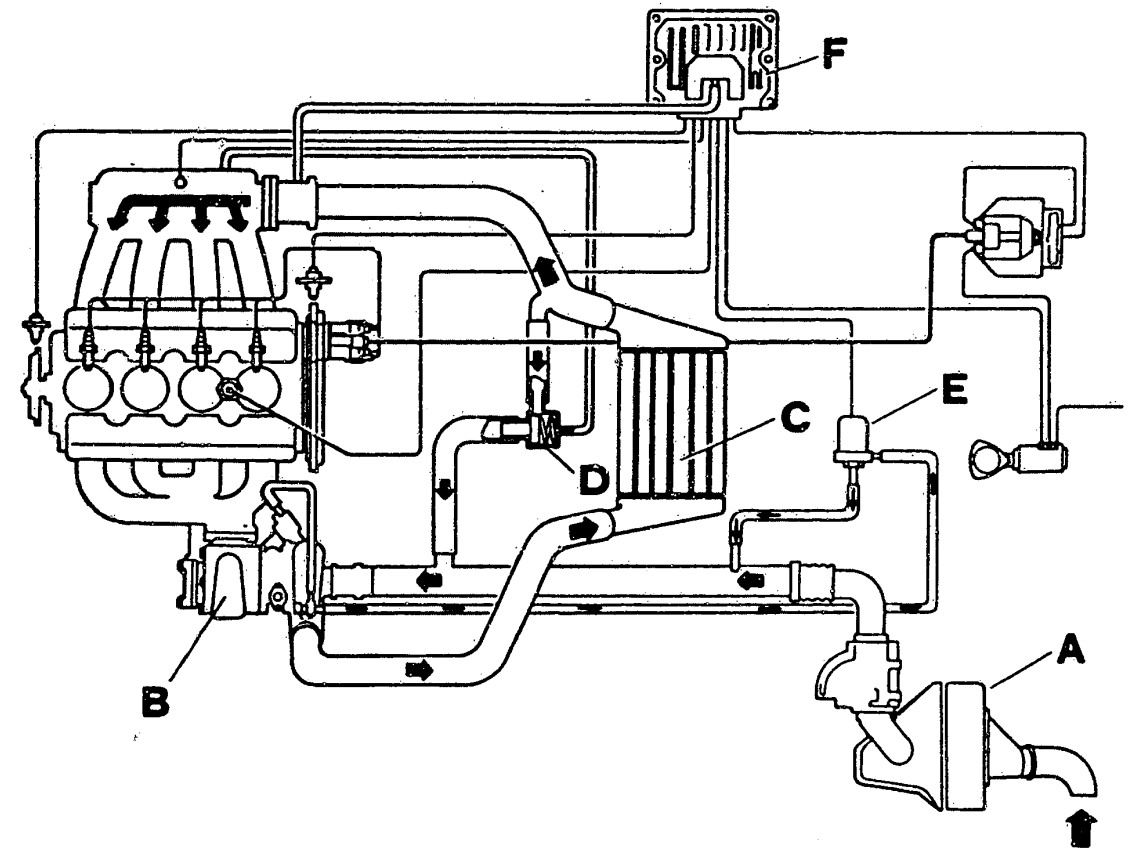

Bild 37 Schematische Darstellung des Aufladesystems vom 2000 i.e. turbo:
Beim Beschleunigen zwischen 2500/min und 5300/min wird das «Waste-gate»-Ventil des Turboladers während 2 bis maximal 30s überbrückt, so dass der Ladedruck von normalerweise 0,76bar auf 0,89bar ansteigt. Mit einem Magnetventil (E in Bild 37), das vom Steuergerät der Zündanlage überwacht wird, wird der auf das Waste-gate-Ventil wirkende Druck auf die Ansaugseite des Laders abgelassen. Das Magnetventil ist zur Überprüfung an 12V anzuschliessen, wobei es hörbar schalten muss.
Das elektr. Steuergerät dieser Zündanlage ist im Motorraum neben dem Batteriekasten befestigt. Er erhält seine Informationen von je einem Geber am Schwungrad (Drehzahl) und an der Kurbelwellen-Riemenscheibe (OT), einem Klopfsensor, einem Ladedrucksensor und dem Unter-, bzw. Überdruck an der Drosselklappe. Der Micro-Computer steuert das Schaltgerät der Zündanlage und das Magnetventil für die Overboost-Funktion an (siehe auch Bild 37). Der Zündverteiler wird von der Nockenwelle über einen asymmetrischen Flansch angetrieben, der eine verkehrte Montage des Verteilers verunmöglicht.